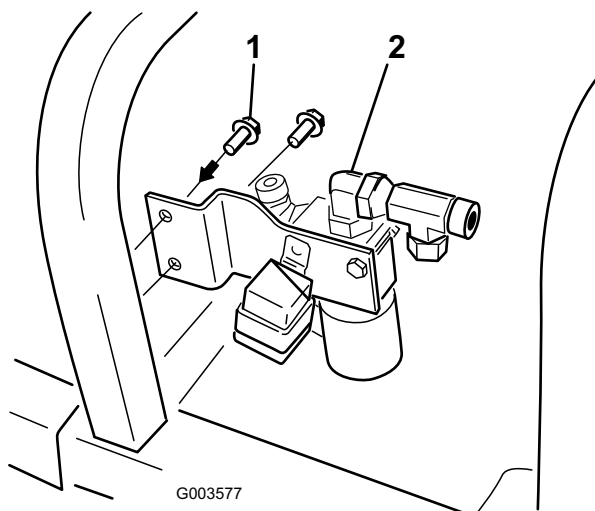

Figura 12
7. Montate la staffa della valvola sul telaio della macchina con due bulloni autofilettanti (9/32 x 3/4 pollici) (Figura 12).